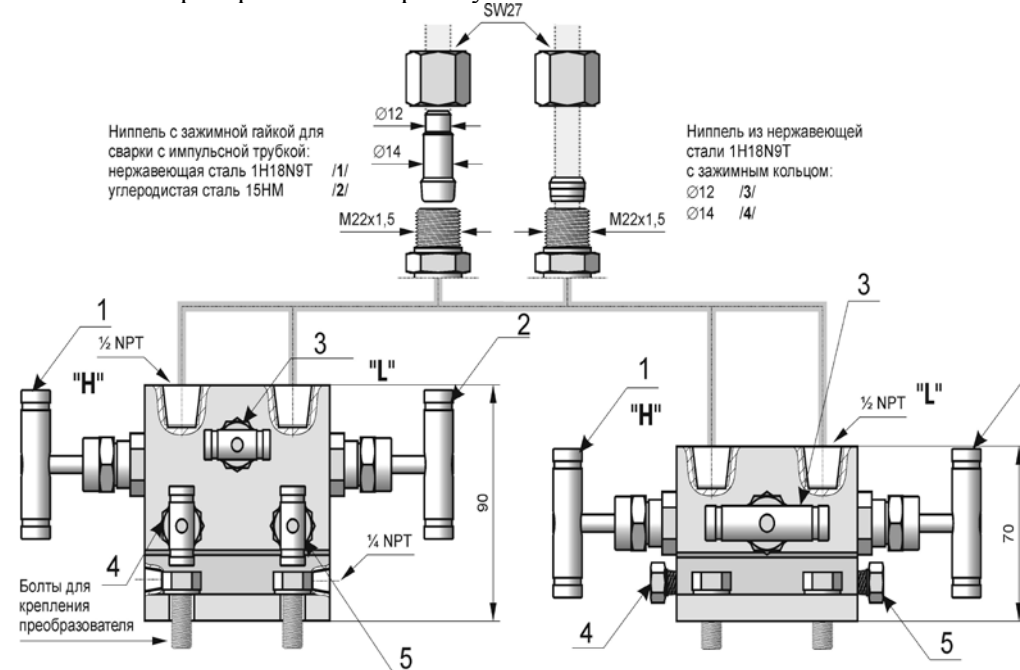

Рисунок 4 – Схема подключения вентилей VM-3 и VM-5
8.3.1.1 Включение в работу преобразователей с вентильными блоками VM-3 и/или VM-5 (рисунок 4) производится следующим образом: